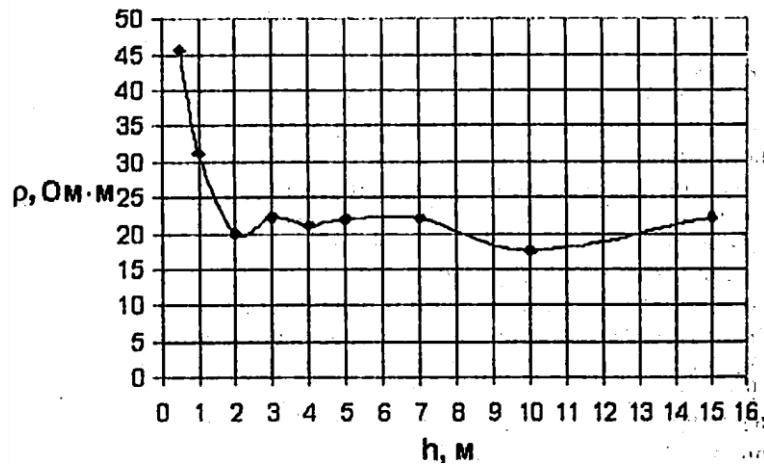

Рисунок 1
6. Согласно графика (рис.1) определите величину удельного электрического сопротивления на глубинах 5 - 7 метров?
7. Согласно графика (рис.1) определите на какой глубине грунта величина удельного электрического сопротивления минимальная?